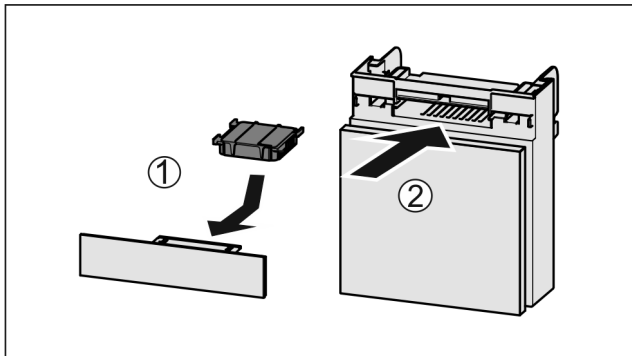

Fig. 215
- ▶ Aktivkohlefilter nach Abbildung einsetzen Fig. 215 (1).
- ▶ Fach einschieben Fig. 215 (2).